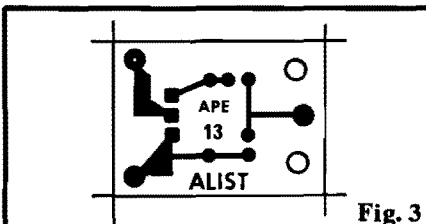

Fig. 3
- **PROBLEMA 3** - São onze resistores, dispostos num mosaico bi-dimensional. O valor de cada um dos 11 resistores está marcado junto ao símbolo da peça, no esquema do arranjo (fig. 3). O Leitor deverá encontrar o valor ôhmico existente entre os pontos A e B, indicando e esquematizando o raciocínio que o levou à resposta. Esta deverá ser dada numericamente, na forma decimal, com até dois dígitos após a vírgula (se o resultado não for um número inteiro).
- FIG. 3 - Plaquinha de Circuito Impresso com lay out específico para a mini-montagem do ALIST. O arranjo é tão simples, que pode ser facilmente realizado mesmo pelos leitores que ainda não "arriscaram" confeccionar sua primeira placa. Qualquer das técnicas convencionais pode ser utilizada (caneta com tinta ácido-resistente, decalques, ou até esmalte de unha). O importante é que tamanhos, formas e posições de ilhas e pistas sejam rigorosamente copiados e respeitados. Não esquecer da perfeita limpeza